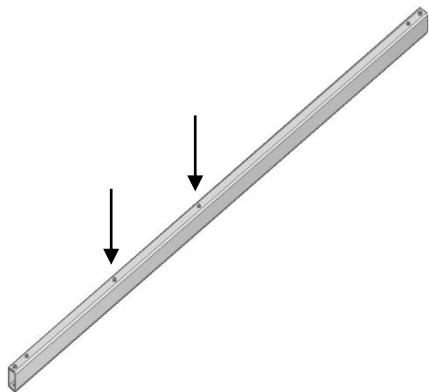
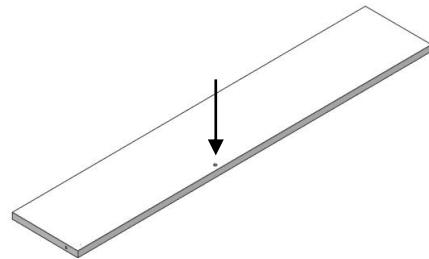

Рис.3
Рис.4
5.1.1. Определившись с исполнением, приступим к сборке. Ориентиром при сборке исполнения будут являться два отверстия в нижней части стенки задней (поз.3) (Рис.2,2a), отверстия в опоре (поз.7) (Рис.3,3a) и отверстия в полке (поз.4) (Рис.4,4a).
Рис.3а
Рис.4а